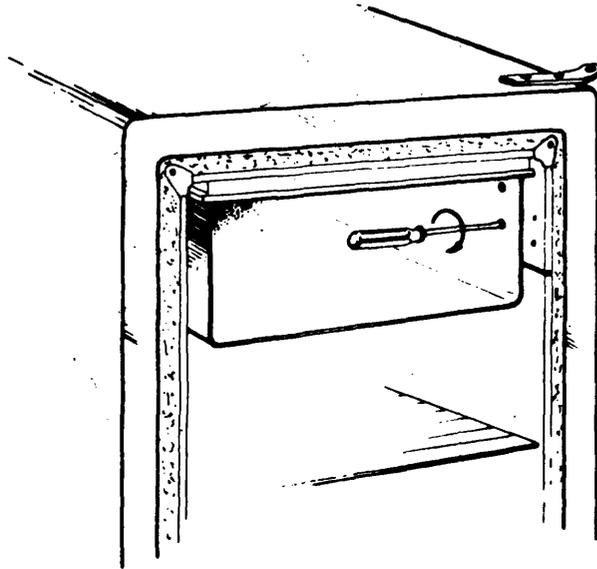

Fig. 2
- c Fije el bulbo del termostato (fig. 2).